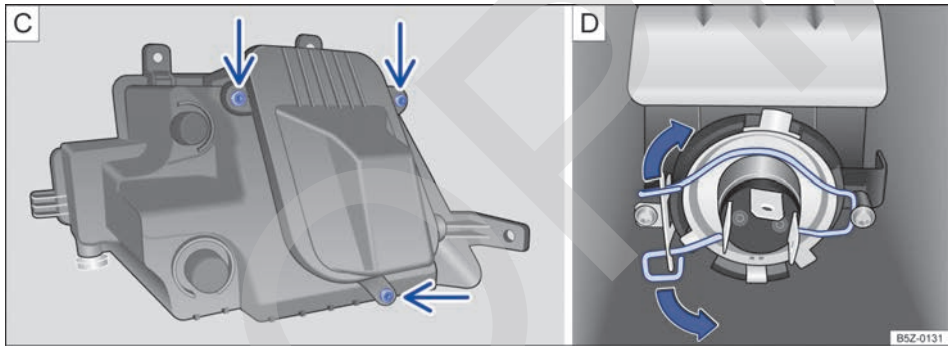

Fig. 143 En el parachoques delantero: **C** retirar los tornillos de la cubierta de la bombilla y **D** bombilla del faro de neblina.
6. Retirar los tornillos indicados por las flechas → fig. 143 C, para acceder a la bombilla del faro de neblina.
8. Comprimir el muelle de bloqueo en el sentido de la flecha y desplazarlo, para desbloquear la bombilla → fig. 143 D. ▶